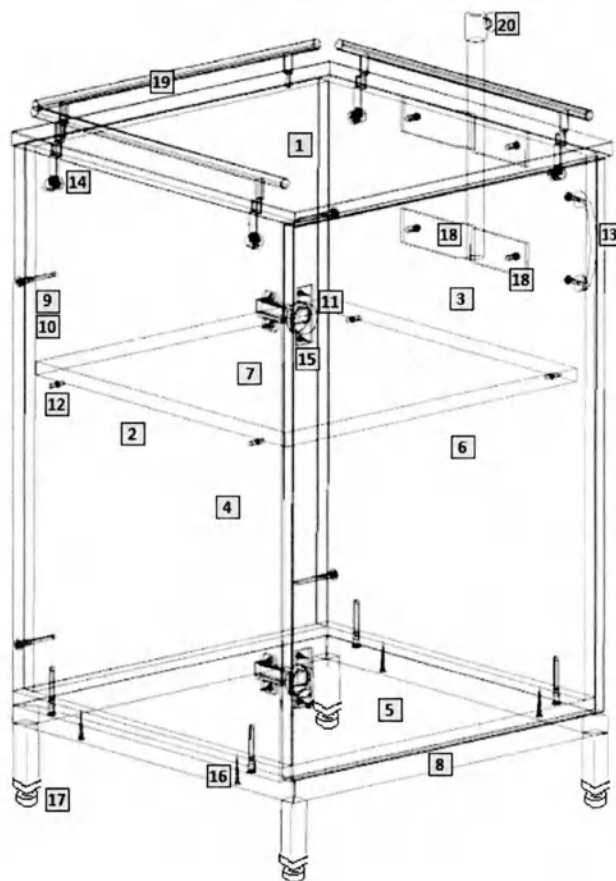

Рис.1
2) На вертикальных боковых стенках (2 и 3) установите цилиндрические части эксцентриковых стяжек (14) в предназначенные для них отверстия. На крышке (1) установите штоки эксцентриковых стяжек (14) и ограждения (20) (при необходимости).
3) Евровинтами (18), как показано на рис.1, соедините вертикальные боковые стенки (2 и 3) с горизонтальной стенкой (5). Установите крышку (1). Затяжка соединения производится путём поворота эксцентриков до упора в направлении стрелки, выштампованной на корпусе стяжки. На видимые головки евровинтов (9) установите заглушки (10).
4) При помощи евровинтов с полукруглой головкой 6,3x18 закрепите на боковых стенках тумбы ручку для перемещения (20) (при необходимости) и держатель штатива (18) (при необходимости). Шурупами 4x35 (16) соедините каркас тумбы с металлическим основанием (8).
5) На двери шурупами 4x16 (15) закрепите петли (11). Установите ручку (13). Дверь (6) закрепите к боковой стенке (4) тумбы шурупами. При необходимости отрегулируйте положение двери винтами петель. Установите полку (7) на полкодержатели (12).
6) В металлическое основание (8) установите колеса (17) и бамперы (22) (при необходимости).
7) При необходимости установки штатива с держателем, установить штатив (21) в закрепленный на боковой стенке тумбы держатель (18).